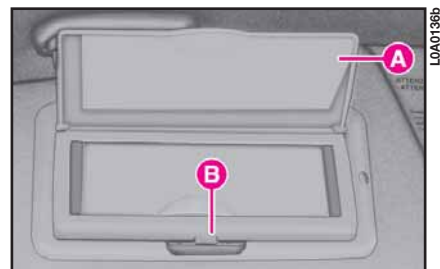

fig. 38
- 1) Soulever le volet **A** (**fig. 38**).